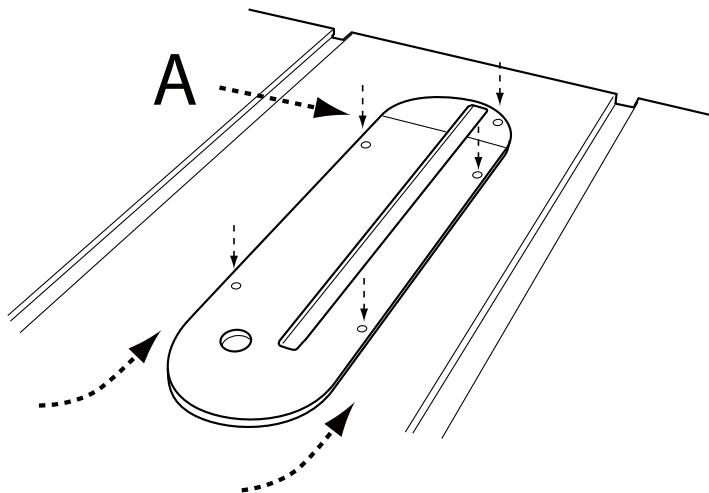

FIGURA 15
1. Para instalar la placa de garganta, baje la hoja hasta abajo de la parte superior de la mesa, luego con cuidado deslice la placa de garganta, primero el extremo ranurado, desde la parte frontal de la mesa hasta la parte posterior, manteniendo la hoja centrada dentro de la ranura en la placa de garganta. Vea la Figura 15. La placa debe descansar dentro de la cavidad en la parte superior de la mesa.
3. Si la garganta no está al ras con la parte superior de la mesa, ajuste la altura de la placa de garganta usando los cuatro tornillos de fijación (A).
El grosor del separador (A) debe ser mayor que el cuerpo de la hoja o grosor de la placa (B) y menor que el ancho de corte (C) como se muestra en la Figura 15. El separador incluido con esta sierra mide 2.2 mm de grosor y puede usarse únicamente con una hoja de 10 pulgadas (254 mm) con un ancho de